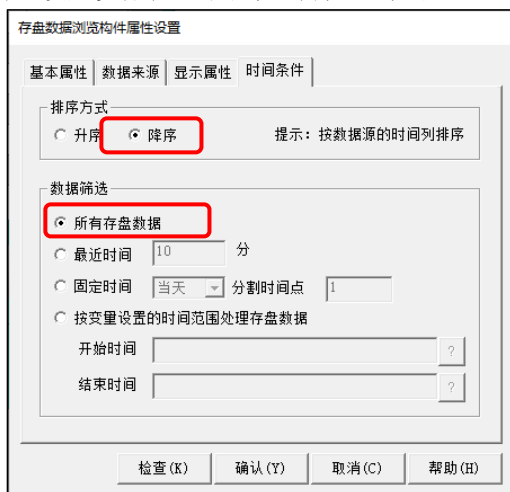

图 5.2-18 时间条件设置
- ⑥ 设置被浏览数据的排序方式和时间范围：在“时间条件”页，如图 5.2-18 所示，选择历史数据的排序方式，以及允许的时间范围。设置完成后，点击“确认”即可。